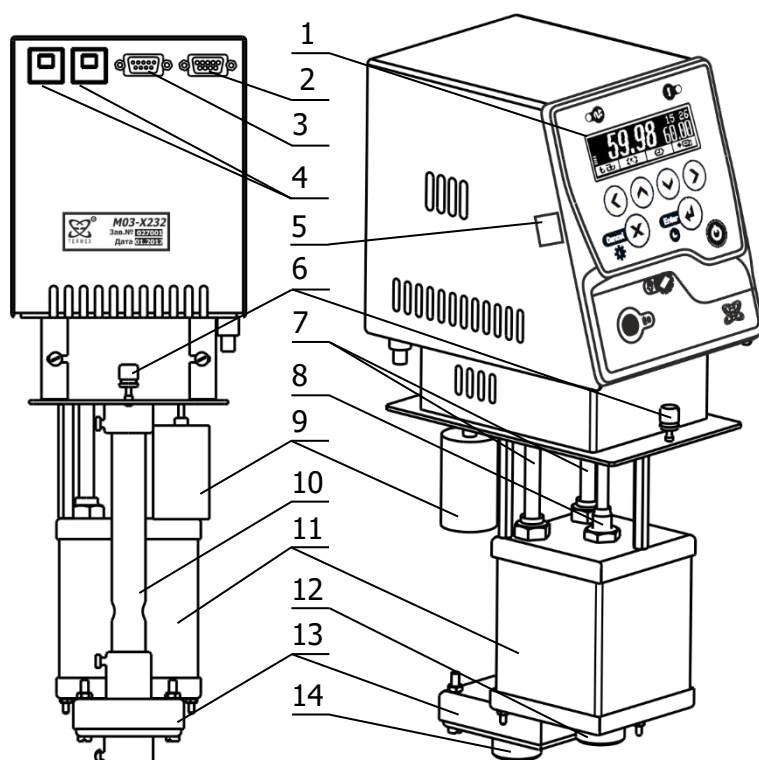

Рисунок 1 — Устройство блоков регулирования
1.4.2 Работа блоков регулирования заключается в поддержании заданной температуры потока теплоносителя, прокачиваемого насосом 13 через резервуар 11 (рисунок 1). Забор теплоносителя производится через входной патрубок 14, а выброс — через выходной патрубок 12.